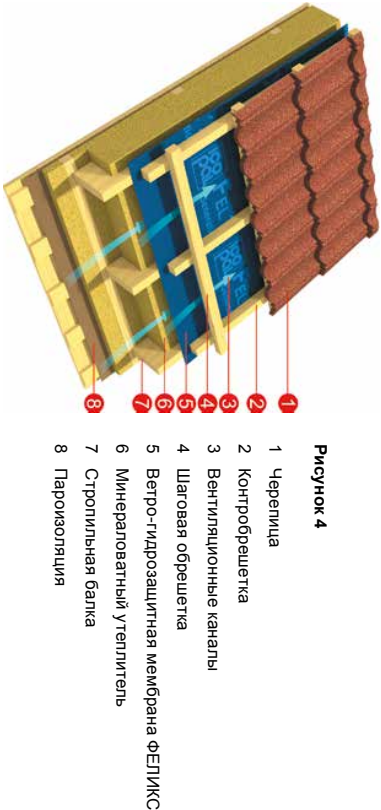

Рисунок 4
4.3 Утепленная крыша с паронепроницаемой ветро-гидрозащитной мембраной ФЕЛИКС (Рисунок 4).
4.5 Дополнительный вентиляционный канал высотой не менее 50 мм устанавливается в конструкции утепленной крыши между паронепроницаемой ветро-гидрозащитной мембраной ФЭЛИКС и теплоизоляционным слоем (Рисунок 4).